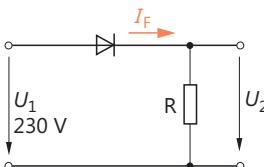

Bild 5.58 Gleichrichterschaltung
31. Bild 5.58 zeigt eine einfache Gleichrichterschaltung mit Dioden. Zeichnen Sie in einem Diagramm die Verläufe des Stromes  $I$  und der Spannung  $U_2$  in Abhängigkeit von der Zeit. Die Spannung  $U_1$  ist eine Sinusspannung.